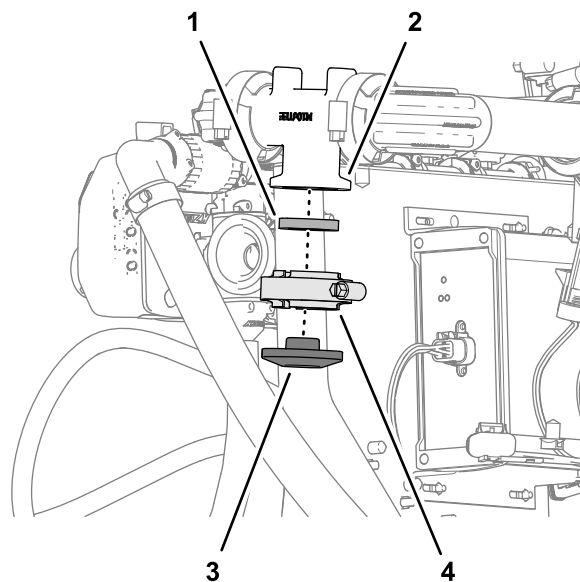

Figura 138
3. Montate il tappo semplice sulla flangia del collettore del flussometro con il morsetto flangiato e la guarnizione che avete rimosso al passaggio 2, quindi serrate il morsetto manualmente (Figura 138).